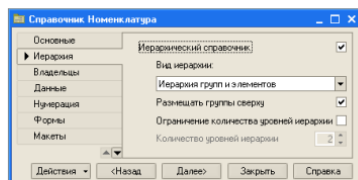

Рис. 3.2.13
2.3. Справочник Номенклатура. Справочник Номенклатура будет содержать информацию об услугах, которые оказывает наша, и о тех материалах, которые при этом могут быть использованы. Этот справочник не будет сложным. Единственная особенность, которой он будет обладать, – это наличие иерархической структуры. Для того чтобы справочником было удобно пользоваться, мы сгруппируем услуги в одну группу, а материалы – в другую. Кроме этого, поскольку наша фирма оказывает разные услуги, они также будут логически собраны в несколько групп. То же самое можно сказать и про материалы. Наша задача будет состоять в создании иерархического справочника. Создадим новый объект конфигурации Справочник и назовем его Номенклатура. Перейдем на закладку Иерархия и установим флаг Иерархический справочник (рис. 3.2.13).